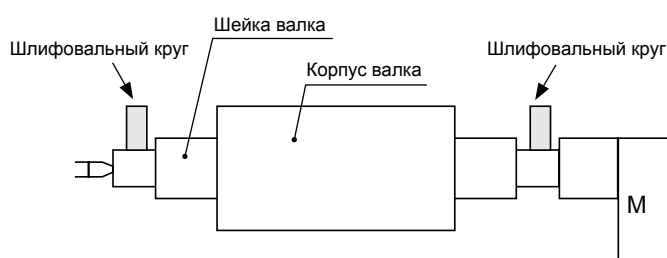

Рис. 3.29
- (1) Проведите шлифовку ступеньки (опоры валка), поверхность которой определяет точность профиля. После шлифовки замерьте отклонения от круглости, радиальное биение и отклонения от цилиндричности (Рис. 3.29).